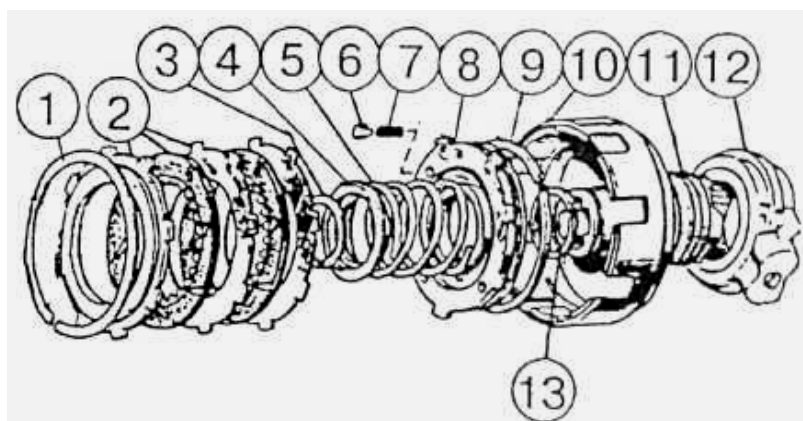

Рисунок 5.59
4.12) снимите стопорное кольцо (1), (**рисунок 5.59**), и выньте из барабана (10) пакет, фрикционных дисков (9), направляющие (6) и пружины (7);